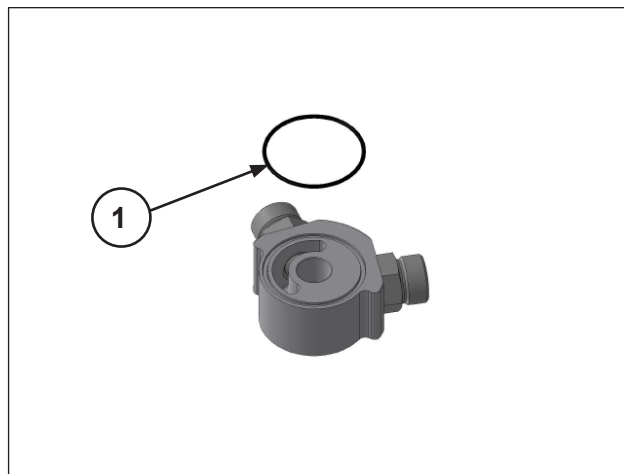

Fig. 129
Monter le groupe adaptateur de l'échangeur air/huile (rep. ①, Fig. 129) et régler la vis de fixation à l'aide d'une clé dynamométrique, comme l'indique le paragraphe 3.